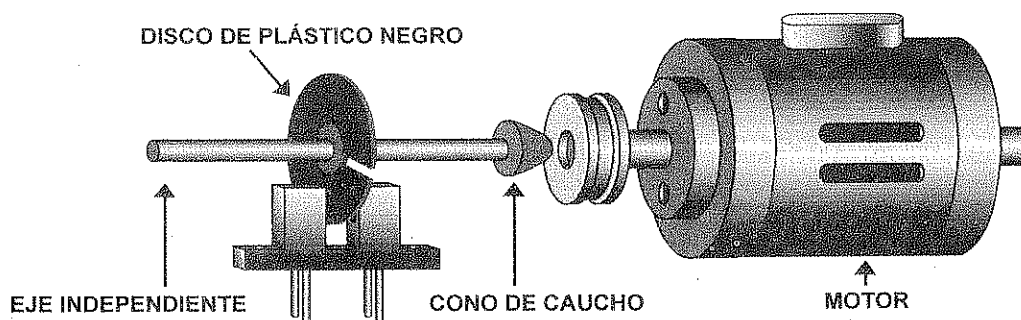

Figura 5.5.5.1. Esquema para unir el motor con el eje independiente de un tacómetro portátil.
- 1 optoacoplador ECG3100 con salida de transistor NPN como el de la figura 5.5.5.2